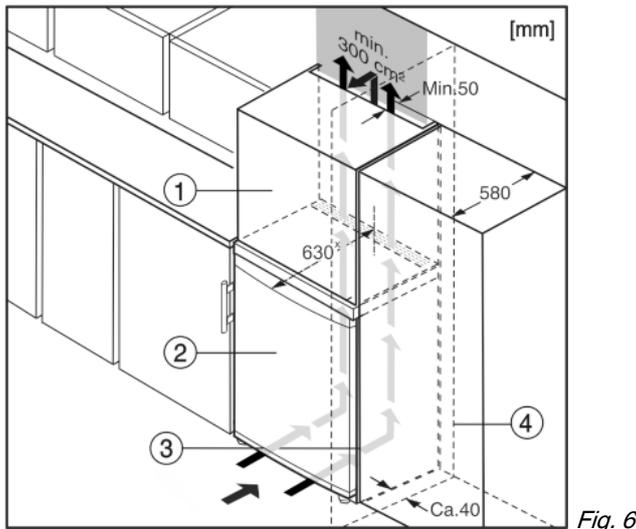

Fig. 6
Das Gerät kann mit Küchenschränken umbaut werden. Um das Gerät Fig. 6 (2) der Küchenzeilenhöhe anzugleichen, kann über dem Gerät ein Aufsatzschrank Fig. 6 (1) angebracht werden.
Beim Umbau mit Küchenschränken (Tiefe max. 580 mm) kann das Gerät direkt neben dem Küchenschrank Fig. 6 (3) aufgestellt werden. Das Gerät steht seitlich 34 mm \* und in der Gerätemitte 50 mm \* gegenüber der Küchenschrankfront vor.
Wenn das Gerät mit den Scharnieren neben einer Wand Fig. 6 (4) aufgestellt wird, muss der Abstand zwischen Gerät und Wand mindestens 40 mm betragen. Dies entspricht dem Griffüberstand bei geöffneter Tür.\*